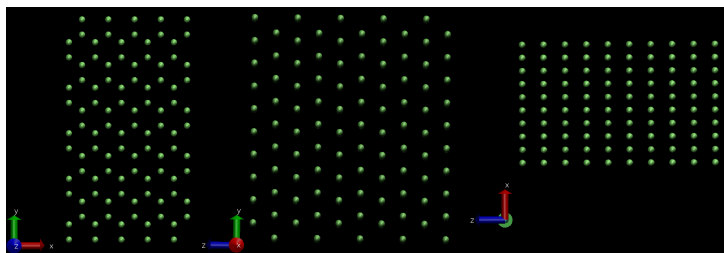

Рис. 4: Структура кристалла в трех проекциях.
1. Запустим программу `lmp_serial -in in.therm` при температуре 0°C или 273 K . Постройте в VMD начальную структуру в трех проекциях, как показано на рис. 4. Обратите внимание, что в разных проекциях кристалл выглядит по-разному, в отличие от ГЦК кристаллов, которые исследовались в предыдущих лабораторных работах.